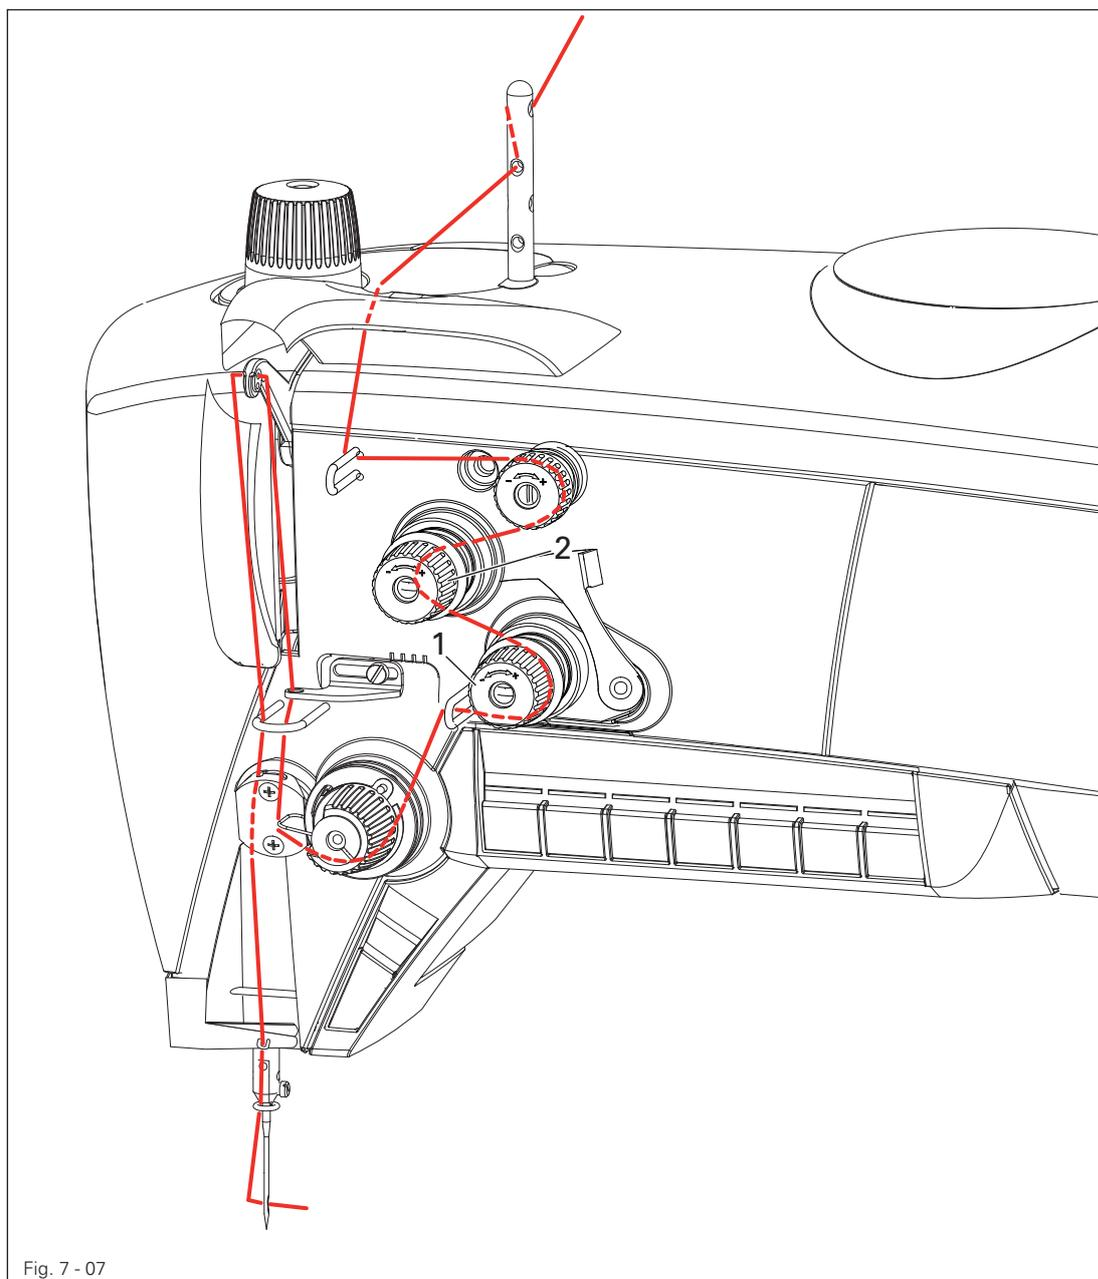

Fig. 7 - 07
- Unterfaden gemäß Fig. 7 - 06a durch die Sensorik 5 fädeln und gleichmäßig abziehen.
● Oberfaden gemäß Fig. 7 - 07 einfädeln.
● Oberfaden gemäß Fig. 7 - 08 einfädeln.